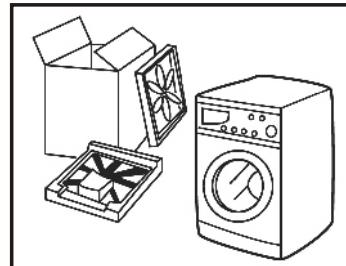

Figure 1
- Enlevez tout l'emballage (y compris le socle en mousse) pour éviter les vibrations pendant l'emploi, comme montré dans la figure 1.